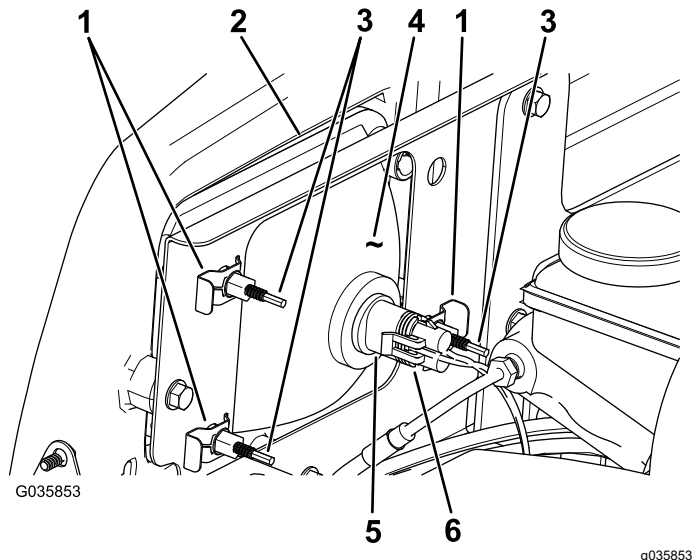

Figura 50
3. Desconecte el conector eléctrico del arnés de cables del conector del conjunto de la lámpara (Figura 50).
4. Retire los conectores rápidos que sujetan el faro al soporte del faro (Figura 50).
5. Retire el faro desplazándolo hacia adelante y pasándolo por el hueco del parachoques delantero (Figura 50).
6. Introduzca el faro nuevo a través del hueco del parachoques (Figura 50).
8. Conecte el conector eléctrico del arnés de cables al conector del conjunto de la lámpara (Figura 50).
2. En la parte trasera del faro, gire los tornillos de ajuste (Figura 50) para pivotar el conjunto y ajustar de la posición del haz de luz.